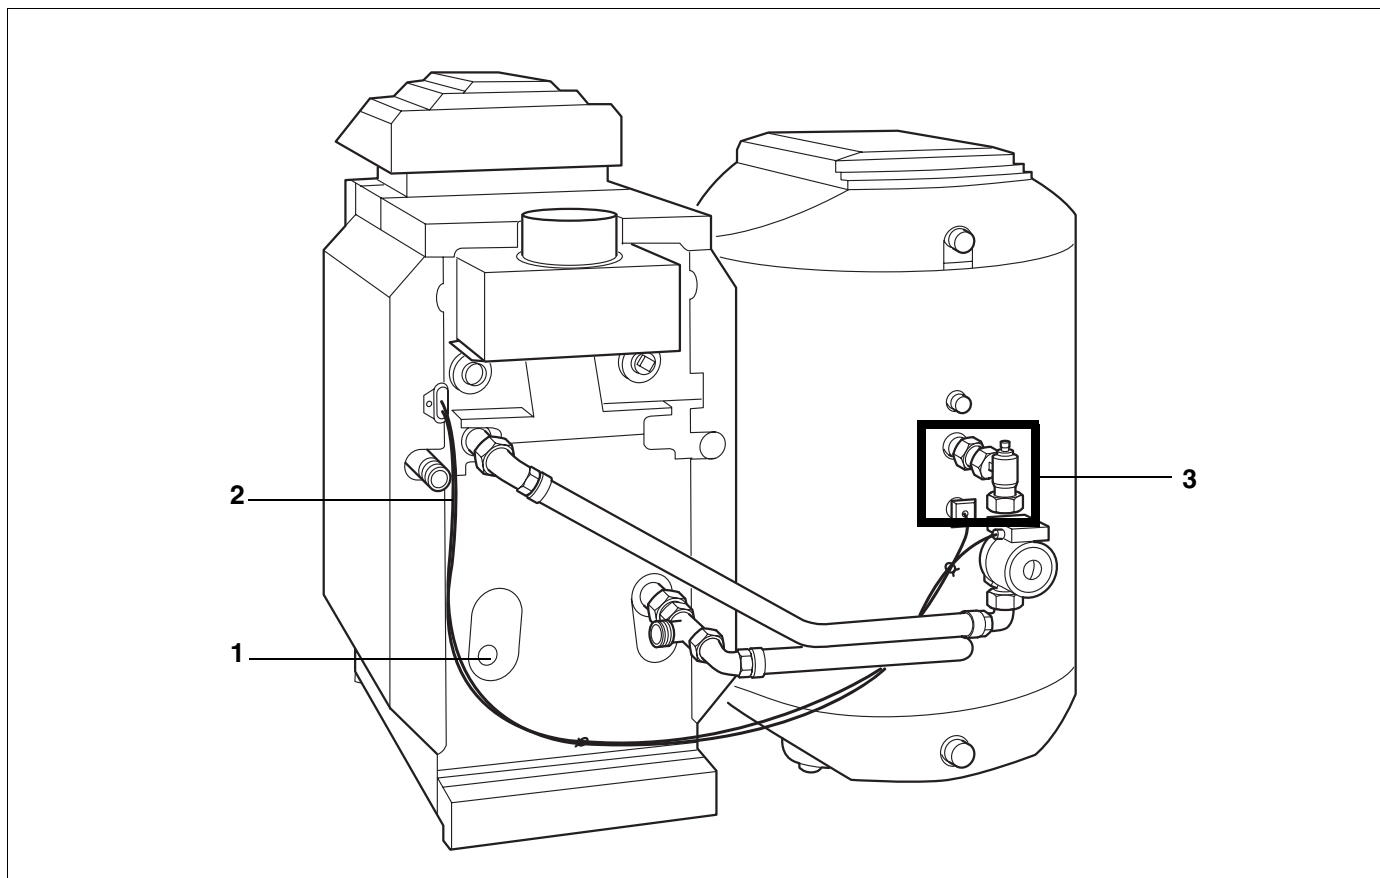

Abb. 9 Rückansicht fertig montiert
Legende für Abb. 9
- Warmwassertemperaturfühlerleitung und Pumpenanschlussleitung sorgfältig verlegen (Montageanweisung Kessel bzw. Speicher; Abb. 9).
- Heizkessel am Füll- und Entleerungshahn langsam füllen (Abb. 9).